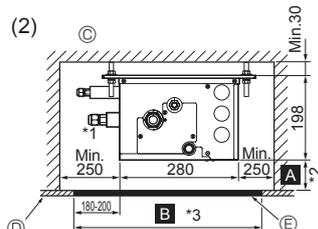
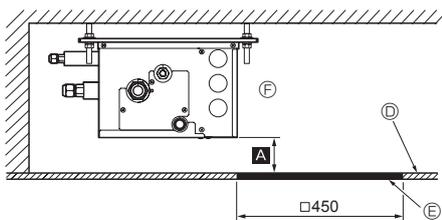

Fig. 4-5
Fig. 4-6
(2) Vue de profil (Fig. 4-5, Fig. 4-6)
Si la valeur est □ 450, préparer un orifice d'entretien du côté de la carte de circuit intégré (comme illustré à la Fig. 4-6) et la distance **A** doit correspondre à 300 mm minimum. Si la valeur est inférieure à 300 mm (par exemple, si **A** correspond à 100 mm), le remplacement du boîtier de dérivation, des bobines du détendeur linéaire, des capteurs et de la vasque d'écoulement à partir d'un orifice d'entretien devient difficile (Seul le remplacement d'une carte de circuit intégré est possible).